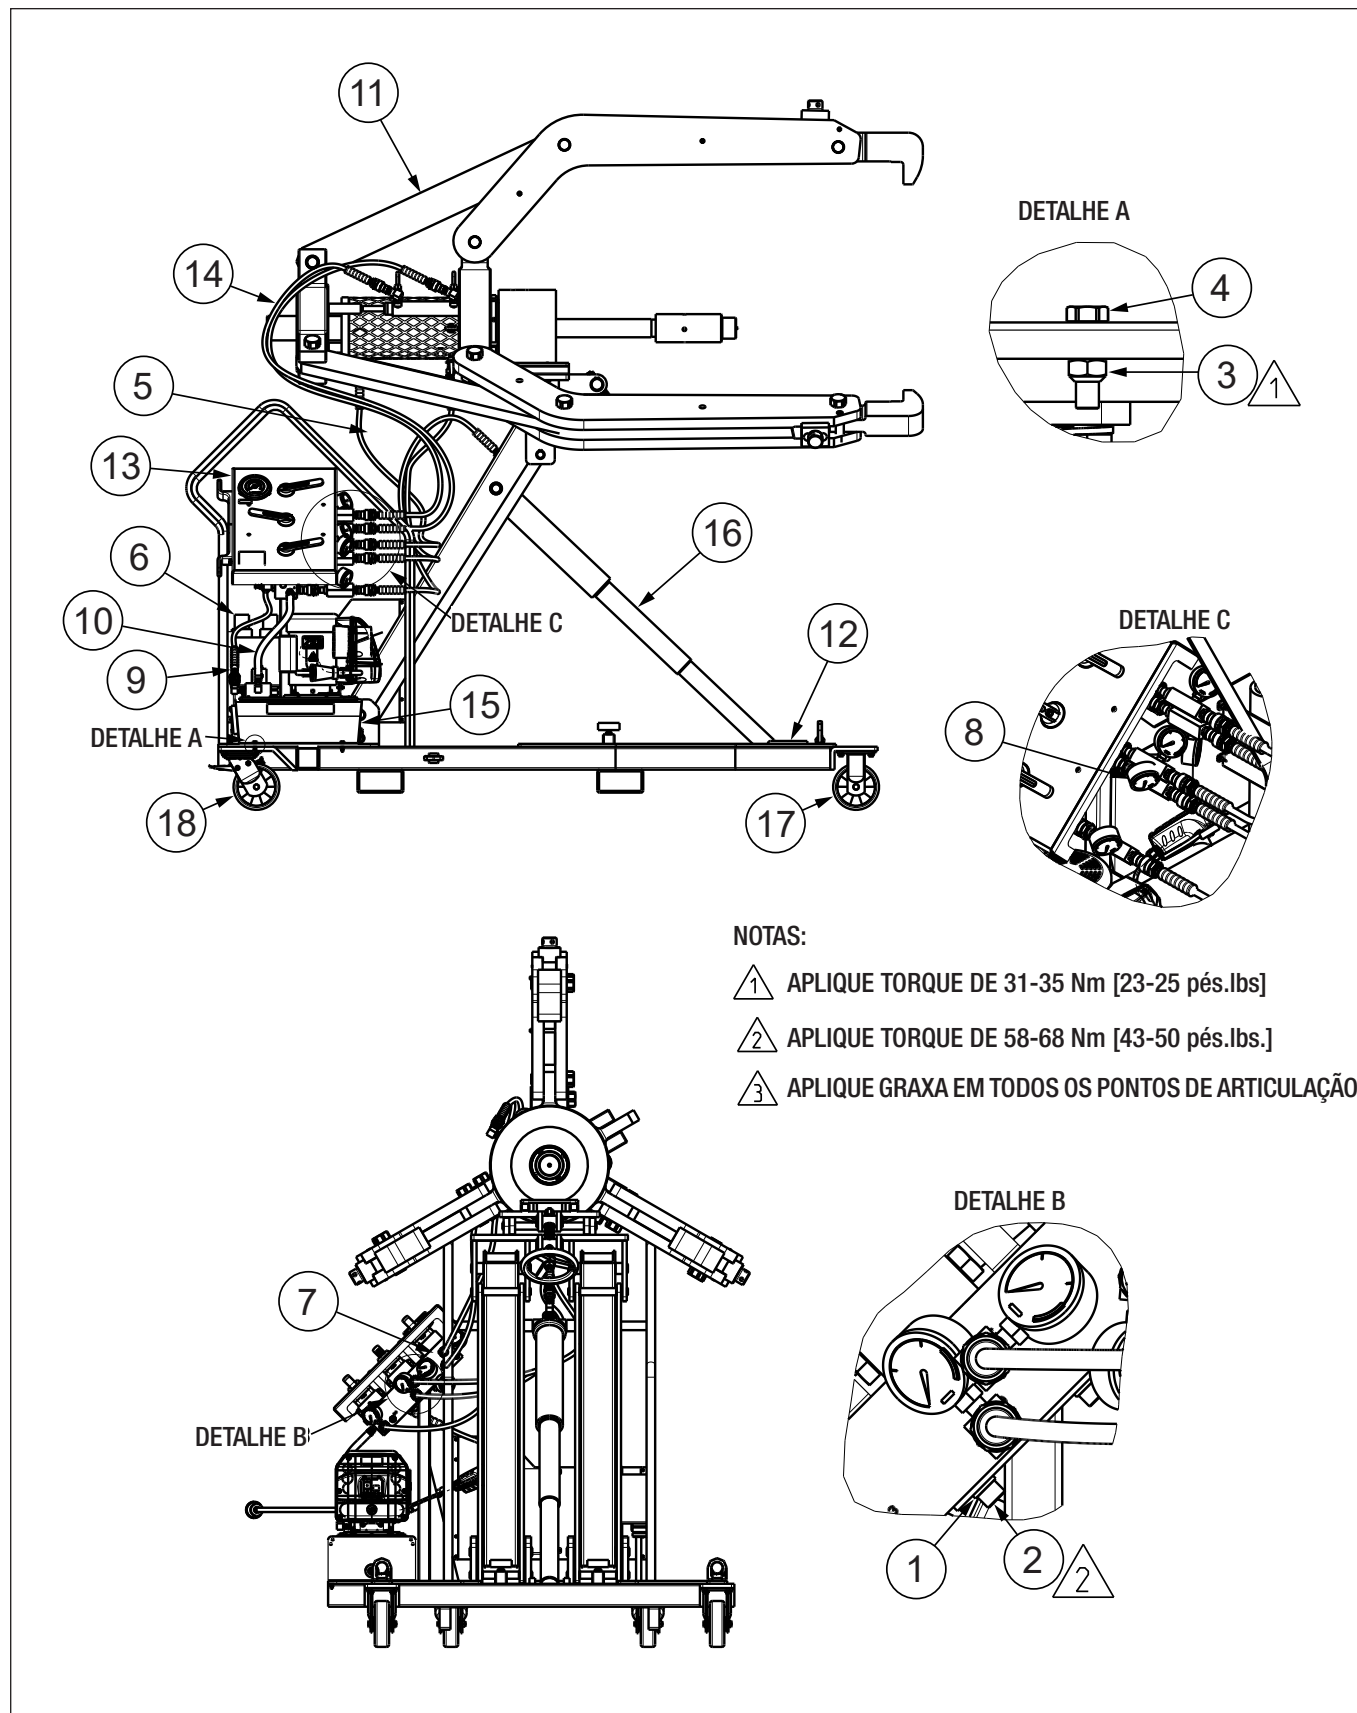

Figura 19: Conjunto do Extrator
Certifique-se de que todos os parafusos do extrator hidráulico (consulte a Figura 19, Item 4) estejam corretamente apertados, metal com metal, antes de cada operação.
9.1.1 Tabela de Peças (Figura 19)